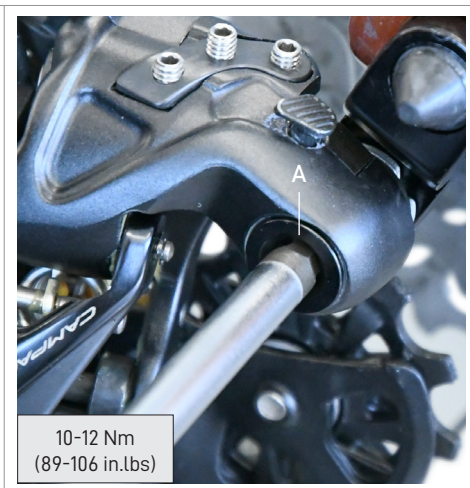

Fig.4
• Fissate il cambio al telaio con la vite (A - Fig. 4) utilizzando una chiave a brugola da 5 mm.